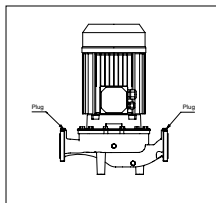

FIG. 4: Bușoane necesare pentru verificarea nivelului de umplere a pompelor
- a) Scoateți bușonul/capacul hexagonal aflat în partea de sus a carcasei pompei (FIG. 4);